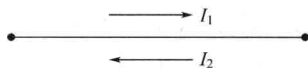

图 1-1-8
5. 如图 1-1-8 所示导线中的电子从左向右移动, 形成 1mA 的电流, 则图 1-1-8 中电流分别等于 ()。